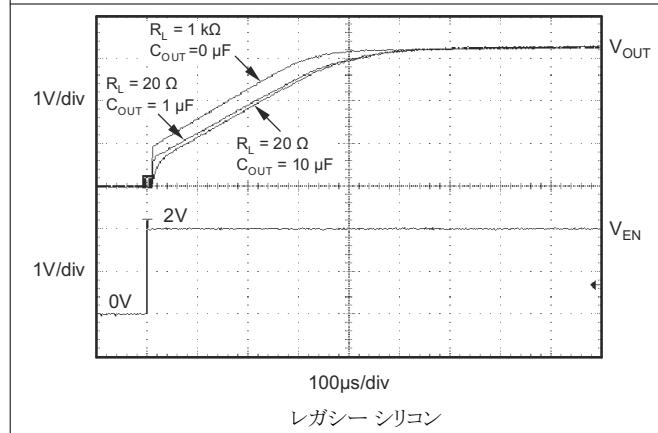

図 5-39. TPS73633 のターンオン応答
イネーブルピン (EN) はアクティブ High であり、標準の TTL-CMOS レベルと互換です。イネーブルピン (EN) はアクティブ High で標準的な TTL-CMOS レベルと互換性があります。 $V_{EN}$  が  $0.5\text{V}$  (最大値) 未満になると、レギュレータはオフになります。GND ピンの電流は約  $10\text{nA}$  にまで低下します。EN ピンを使用してレギュレータをシャットダウンすると、すべての電荷がパストランジスタのゲートから除去されます。 $V_{EN}$  が  $1.7\text{V}$  (最小値) を超えるとレギュレータはオンになります。出力は制御された  $V_{OUT}$  に戻ります (詳細は図 5-39 を参照)。